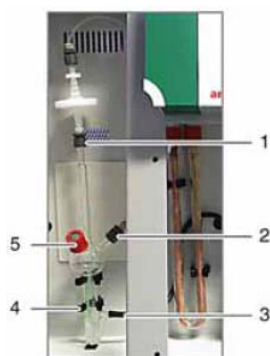

图81 IL530 TOC-TN的TIC冷凝器
3. 拔出TIC冷凝器和水捕集器之间的镗接头（图81项目1）。
4. 拔出TIC冷凝器右侧连接器中的管子（1）（图81项目2）
6. 拔出TIC冷凝器底部连接器中的废水管（图81项目2）。
1. 将废水管（16）推进到TIC冷凝器的底部横向接口至少1cm（图81项目2）。
3. 将管子（1）接到TIC冷凝器的右侧接口（图81项目3）。
4. 稳固TIC冷凝器和水捕集器之间的镗接头（图81项目1）。